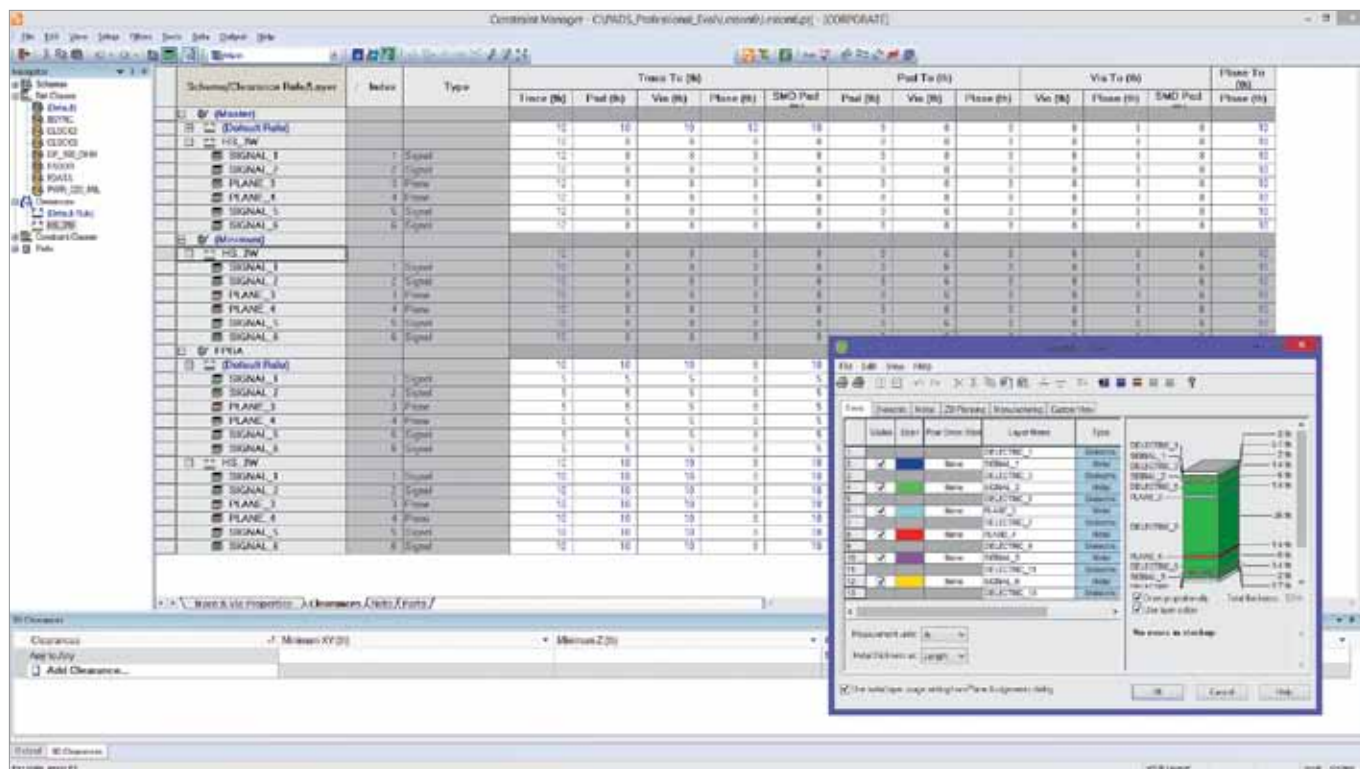

Рис. 5. Создание областей для исключений после ввода ограничений
6. После того, как все ограничения определены и заданы, создайте схемы или области для исключений (рис. 5). Каждая схема наследует ограничения из родительского класса, поэтому важно не создавать исключения до тех пор, пока ограничения не установлены.